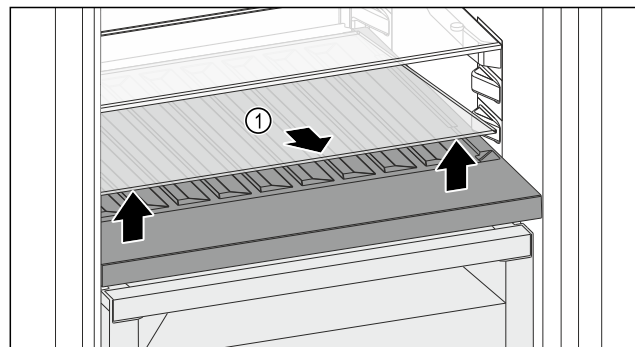

Fig. 144
- ▶ Glasplaat Fig. 144 (1) bij de uitsparing aan de voorzijde optillen en verwijderen.
- ▶ Glasplaat Fig. 144 (1) goed bewaren buiten het apparaat.
- ▶ Glasplaat (2) onder het variabele flessenrek plaatsen.